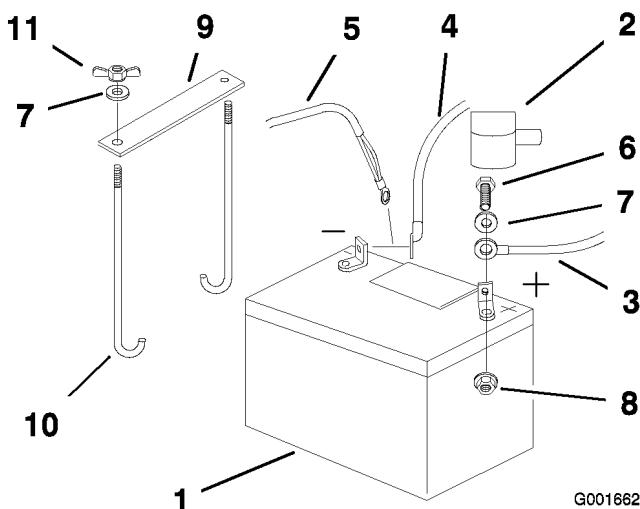

Figure 36
4. Commencez par débrancher le câble négatif et le câble de masse de la borne négative (-) de la batterie (Figure 36).
5. Ôtez le capuchon rouge de la borne positive (rouge) de la batterie. Débranchez ensuite le câble positif (rouge) de la batterie (Figure 36).
6. Retirez les deux écrous à oreilles (1/4 inch) de fixation de la barrette de maintien de la batterie (Figure 36).
1. Placez la batterie dans son support en tournant les bornes vers le moteur (Figure 36).
4. Fixez les câbles avec 2 boulons (1/4 x 3/4 po), 2 rondelles (1/4 inch) et 2 contre-écrous (1/4 inch) (Figure 36).
6. Fixez la batterie en position avec des boulons en J, une barrette de maintien et 2 rondelles (1/4 inch), ainsi que 2 écrous à oreilles ((1/4 inch)) (Figure 36).